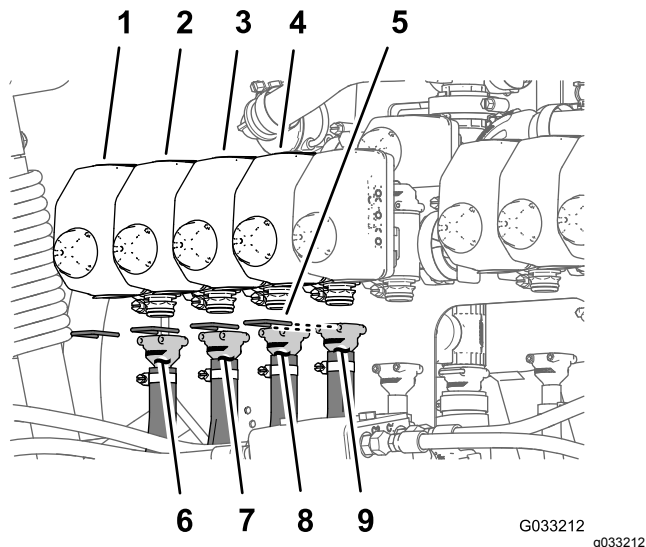
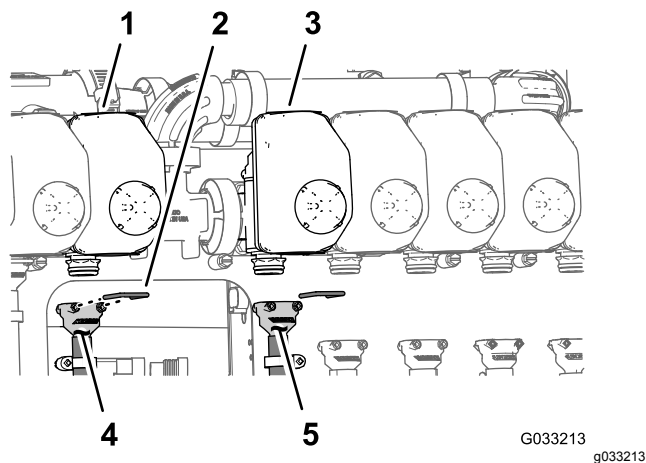

Рисунок 72
Рисунок 73
Примечание: Расположения клапанов сопел см. на Рисунок 72 в разделе Подсоединение шлангов к клапанам сопел с 1 по 4 \(страница 39\), на Рисунок 73 в разделе Подсоединение шлангов к клапанам сопел 5 и 6 \(страница 39\) и на Рисунок 74 в разделе Подсоединение шлангов к клапанам сопел с 7 по 10 \(страница 40\).
1. Установите прямой штуцер типа «елочка» шланга подачи длиной 279 см на соединительную муфту клапана сопла 1 (Рисунок 72).
2. Прикрепите штуцер типа «елочка» к соединительной муфте с помощью держателя (Рисунок 72).
3. Установите прямой штуцер типа «елочка» шланга подачи длиной 234 см на соединительную муфту клапана сопла 2 (Рисунок 72).
4. Прикрепите штуцер типа «елочка» к соединительной муфте с помощью держателя (Рисунок 72).
5. Установите прямой штуцер типа «елочка» шланга подачи длиной 188 см на соединительную муфту клапана сопла 3 (Рисунок 72).
6. Прикрепите штуцер типа «елочка» к соединительной муфте с помощью держателя (Рисунок 72).
7. Установите прямой штуцер типа «елочка» шланга подачи длиной 188 см на соединительную муфту клапана сопла 4 (Рисунок 72).
8. Прикрепите штуцер типа «елочка» к соединительной муфте с помощью держателя (Рисунок 72).
1. Установите прямой штуцер типа «елочка» шланга подачи длиной 81 см на соединительную муфту клапана сопла 5 (Рисунок 73).
- Прикрепите штуцер типа «елочка» к соединительной муфте с помощью держателя (Рисунок 73).
- Установите прямой штуцер типа «елочка» шланга подачи длиной 81 см на соединительную муфту клапана сопла 6 (Рисунок 73).